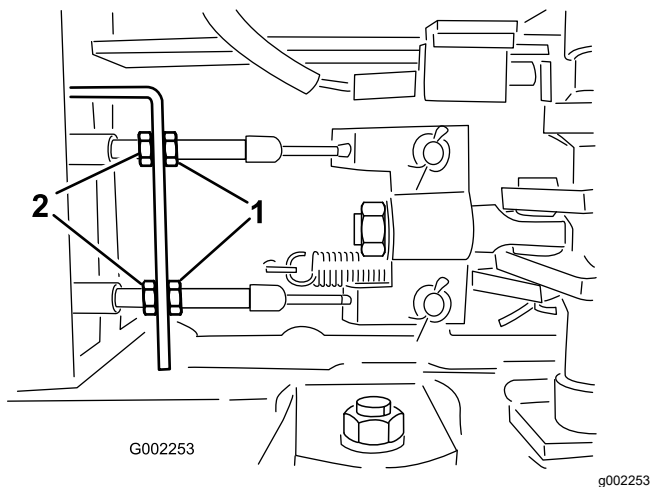

Figura 105
5. Afloje las contratuercas delanteras de los cables de freno, debajo del extremo delantero del fumigador (Figura 105).
6. Apriete las contratuercas traseras en la misma cantidad hasta que el pedal de freno recorra entre 1 a 2 cm ($\frac{1}{2}$ " a 1") antes de que se note resistencia (Figura 105).